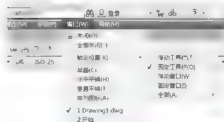

图 1.15 通过【窗口】菜单对工具栏进行锁定或解锁操作
(3) 锁定、解锁工具栏：执行菜单栏中的【窗口】|【锁定位置】|【固定工具栏】命令，可以进行工具栏的锁定、解锁操作，如图 1.15 所示。锁定工具栏可以避免初学者由于操作不熟练而经常将工具栏弄丢的现象。